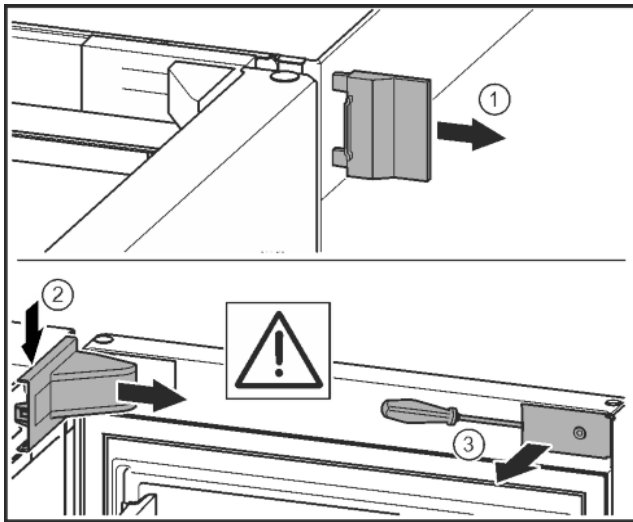

Fig. 9
- ▶ Снять внешнюю крышку. Fig. 9 (1)
- ▶ При помощи отвёртки освободить крышку опорного кронштейна и отсоединить. Снять крышку опорного кронштейна. Fig. 9 (2)
- ▶ Шлицевой отвёрткой вывести накладку из зацепления и отвести в сторону. Fig. 9 (3)